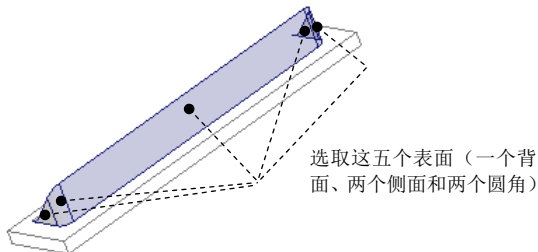

图 11.12.51 选取排除面
- (4) 定义排除面。单击 **选项** 选项卡，在弹出的界面中单击 **排除冲孔模型曲面** 下的空白区域，然后按住 Ctrl 键，选取图 11.12.51 所示的五个表面（一个背面、两个侧面和两个圆角）为排除面。
- (5) 在操控板中单击“完成”按钮 ，完成凸模成形特征 1 的创建。